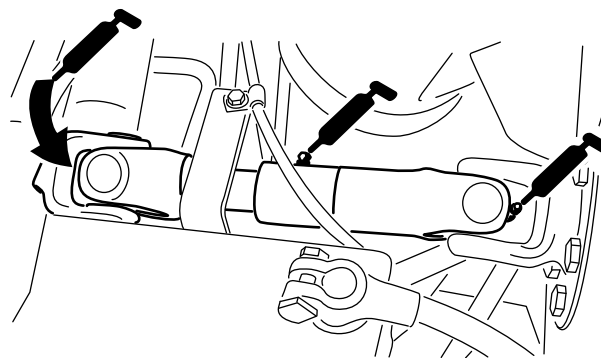

Figura 30
- Junta em U do veio de accionamento da bomba (3) (Figura 30)